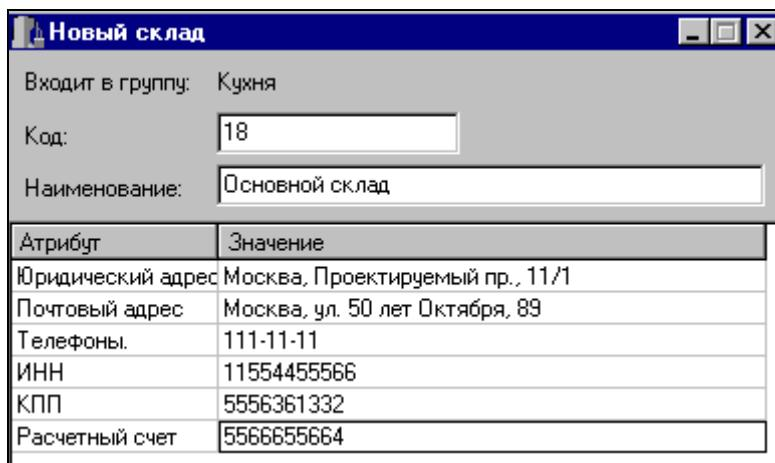

Рис. 92
- ✓ Заполните карточку *Новый склад* (см. Рис. 92)